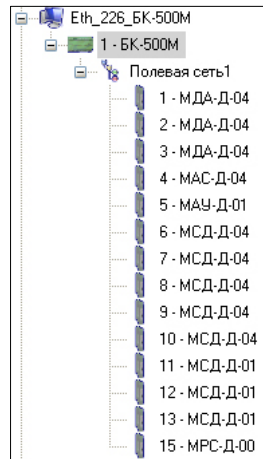

Рисунок 3.68 – модули УСО на панели соединений для БК-500М
- в виде древовидной структуры на панели соединений (рисунок 3.68);